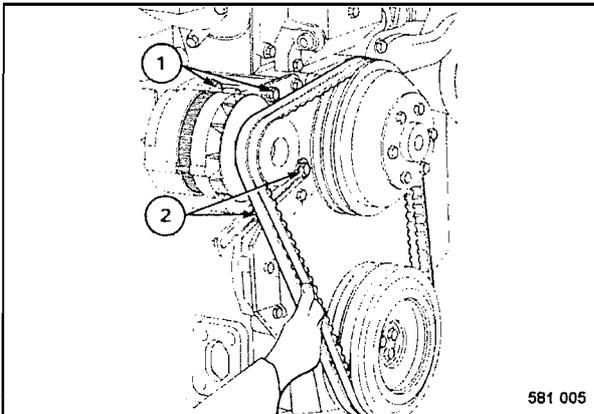

Fig. 67
- Comprobación de la correa trapezoidal (Fig. 67) por su contorno entero por deterioros o grietas. Correas trapezoidales con deterioros o desgarradas hay que cambiarlas.